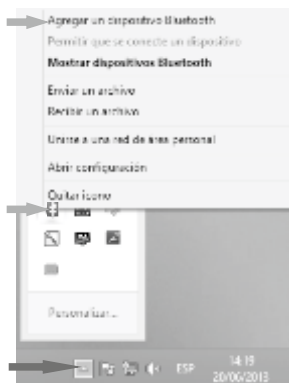

Imagen 1
2) Haga clic con la tecla izquierda del ratón sobre la flecha en la barra de tareas inferior (Imagen 1). Seleccione el icono de *Bluetooth*® con la tecla derecha del ratón y a continuación la función “Agregar un dispositivo *Bluetooth*®”. Si no ve ahí un icono de *Bluetooth*®, por favor haga clic en el icono de *Bluetooth*® en el Panel de control (Inicio-> Panel de control). Si ahí tampoco aparece un icono de *Bluetooth*® es que la mochila *Bluetooth*® (Dongle) no está instalada en su sistema. Cómo habilitar su PC para *Bluetooth*® se indica en la página PDA-1.